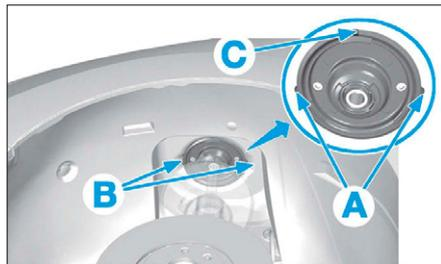

FIG. 12
- Positionner les bossages (A) du support d'amortisseur dans les emboutis (B) du passage de roue (Fig.12).